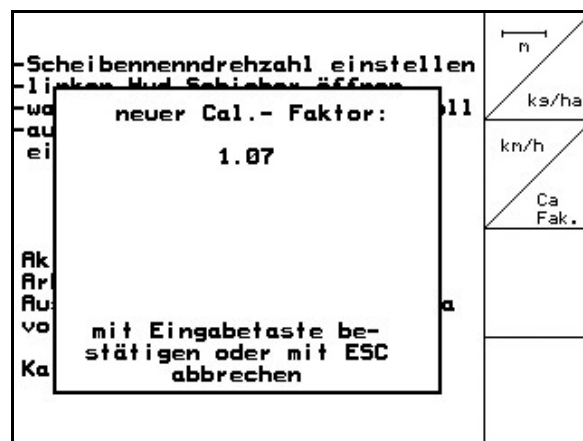

Рис. 34
- Отобразится новый калибровочный коэффициент (Рис. 34).